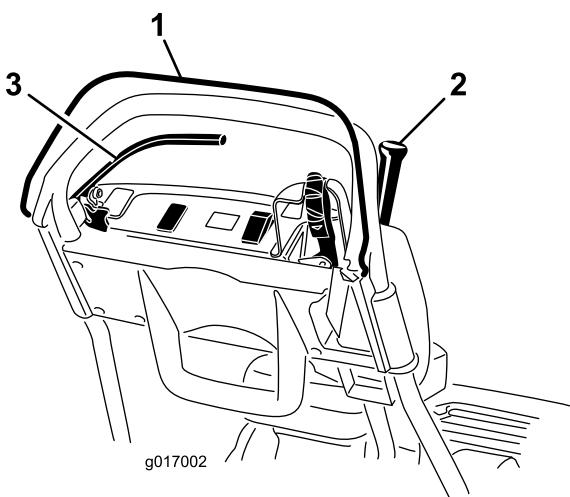

Рисунок 27
3. Попробуйте привести в действие рычаг тяги при ненажатом механизме контроля присутствия оператора (Рисунок 27). Рычаг тяги не должен включаться.
- 4. При нажатом механизме контроля присутствия оператора и включенном рычаге тяги отпустите механизм контроля присутствия оператора (Рисунок 27).
- 5. При нажатом механизме контроля присутствия оператора и передвинутом влево рычаге передач включите приводы барабана и тяги и отпустите механизм контроля присутствия оператора (Рисунок 27).
- 6. При нажатом механизме контроля присутствия оператора и передвинутом влево рычаге передач включите приводы барабана и тяги, переведите рычаг передач вправо для отключения привода барабана (Рисунок 27).
2. При нажатом механизме контроля присутствия оператора, включенном рычаге тяги и органах управления двигателем в положении запуска (Рисунок 27).
2. При выключенном рычаге тяги, включенном рабочем тормозе и органах управления двигателем в положении запуска (Рисунок 27).
4. При работающем двигателе включите рабочий (но не стояночный) тормоз, нажмите механизм контроля присутствия оператора и включите рычаг тяги (Рисунок 27).
5. При работающем двигателе включите стояночный тормоз, нажмите механизм контроля присутствия оператора и включите рычаг тяги (Рисунок 27).